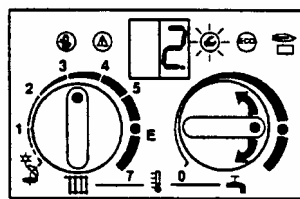

Рис. 50
- Регулятором температуры ГВС выставить "2.", т.е. макс. мощность, рис. 50.